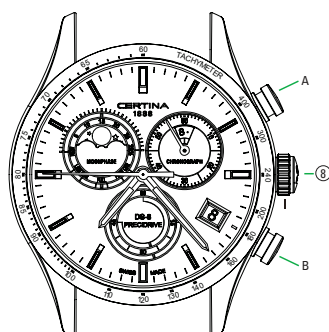

Рис. 4
**Считывание результатов последнего измерения (общее время, см. рис. 4)**